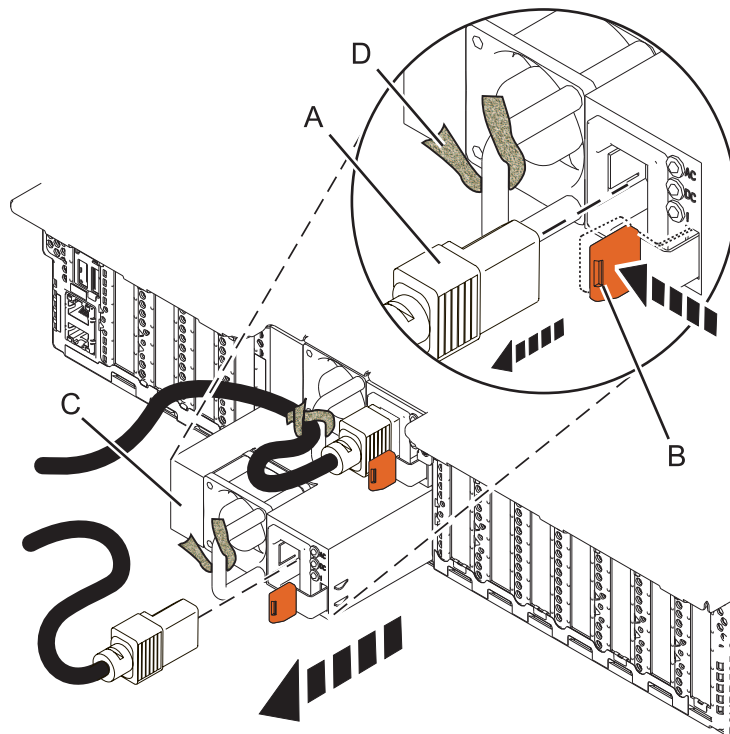

Figura 4. Remover uma fonte de alimentação do sistema
3. Identifique e desligue o cabo de alimentação da fonte de alimentação puxando a extremidade do cabo de alimentação (A) para fora da fonte de alimentação na direcção demonstrada em Figura 4 na página 6.
4. Para desencaixar a fonte de alimentação da respectiva posição no sistema, empurre a patilha de bloqueio de cor terracota (**B**) na direcção mostrada em Figura 4.
6. Puxar a fonte de alimentação (**C**) para fora do sistema, tal como é demonstrado em Figura 4.